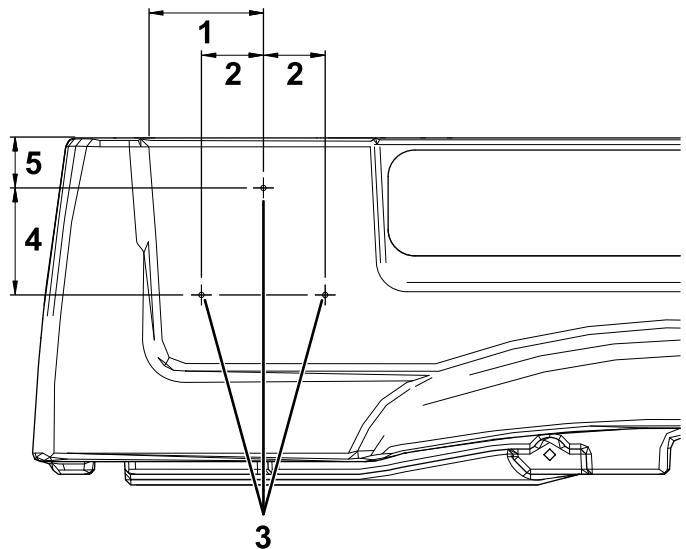

Figure 15
1. Sur le côté droit du plateau de chargement, mesurez 136 mm à partir du bord droit de la moulure et 60 mm à partir du haut du plateau de chargement, et faites un repère à cet endroit (Figure 15).
2. Mesurez 128 mm vers le bas en partant du trou repéré à l'opération 1 et 74 mm vers la droite et la gauche, et faites un repère à ces 2 endroits (Figure 15).
3. Percez un trou de 5 mm aux 3 emplacements repérés (Figure 15).